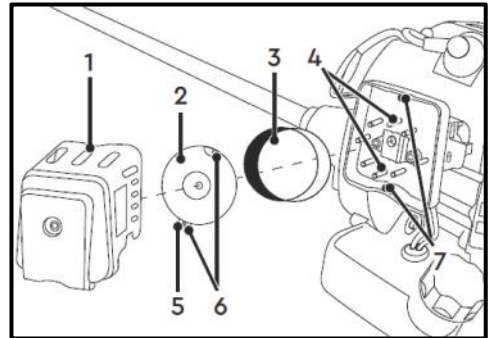

Рис. 40
- Зніміть кришку (1) корпусу повітряного фільтра з кущоріза (Рис. 40);
- Зніміть притисну пластину (2) фільтрувального елемента (3) (Рис. 40);
- Зніміть фільтрувальний елемент (3), \*залежно від моделі – промийте його в чистій воді із милом та просушіть, або продуйте повітрям не більше 2,5 бара (замініть, якщо він пошкоджений) (Рис. 40);
- Після очищення фільтруючого елемента (3), встановіть його в корпус повітряного фільтра, розташувавши за кронштейнами (4) (Рис. 40);
- Розташуйте притисну пластину (2) фільтрувального елемента (3) виступаючою частиною (5) донизу (Рис. 40);
- Встановіть притисну пластину (2) отворами (6) на кронштейни (7) (Рис. 40);
- Встановіть кришку (1) корпусу повітряного фільтра на кущоріз (Рис. 40);
- Загвинтіть ключем (1) (4 мм) гвинт (2) фіксації кришки повітряного фільтра (Рис. 40).